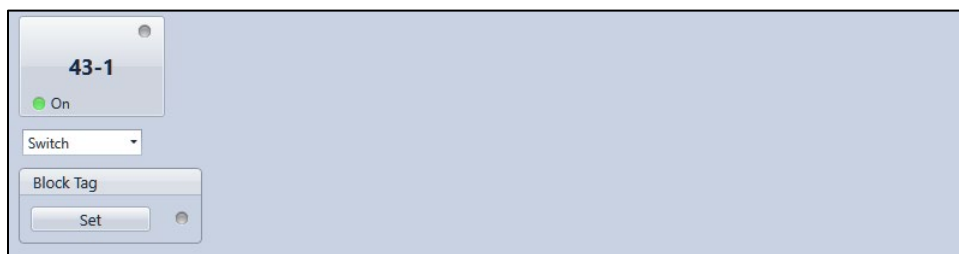

图 44-1. 虚拟开关控制界面
1. 使用测量资源浏览器打开控制、虚拟开关分支（图 44-1）。
2. 如果在BESTCOMS*Plus*的虚拟控制开关(43) 设置界面选择了开关/脉冲模式，请使用下拉框选择开关或脉冲。
虚拟控制开关标签可以通过触摸屏、BESTCOMS*Plus*以及各种通信协议（如Modbus®和DNP）来完成。使用 BESTCOMS*Plus* 中的测量资源浏览器打开控制、虚拟开关分支并单击设置按钮。如果标记成功，设置按钮右侧的指示灯将变为绿色。标签开关由元素按钮右上角的琥珀色指示器指示。点击“重置”按钮以清除标签。参考图 44-1。